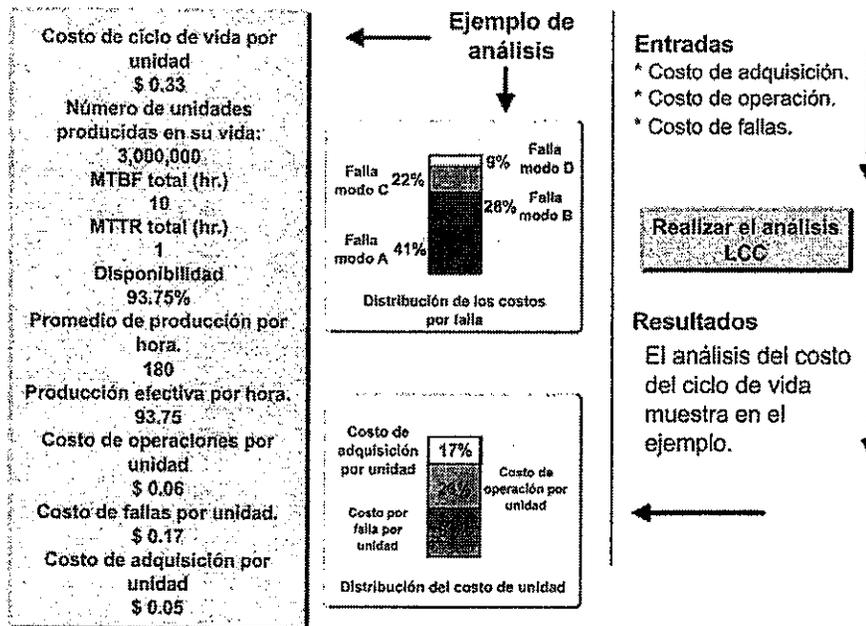

FIGURA 6.14. Ingeniería preventiva.
4. Ingeniería preventiva (Figura 6.14) llevada a cabo principalmente por el departamento de ingeniería de la planta. Aquí se busca eliminar las causas de los problemas que se presentan en el periodo de lanzamiento de una nueva línea de producción. Desde antes se tiene que cuidar la administración